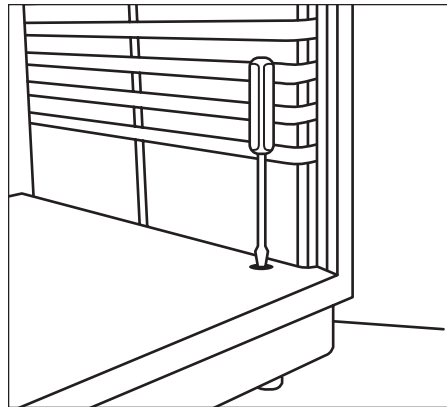

Fig. 1
4. Insérer le tournevis dans un trou (fig. 1) et tourner dans le sens des aiguilles d'une montre pour soulever le meuble. Tourner dans le sens inverse des aiguilles d'une montre pour abaisser le meuble. **Le meuble est expédié avec les pattes de mise de niveau complètement rétractées.** Il est possible de soulever le meuble de 51 mm (2 po) à chaque coin.